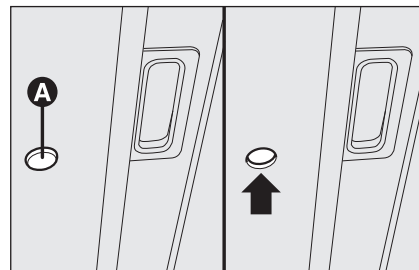

fig. 69
- ☐ introduzca la llave **A-fig. 69** en dotación en el alojamiento y gire: